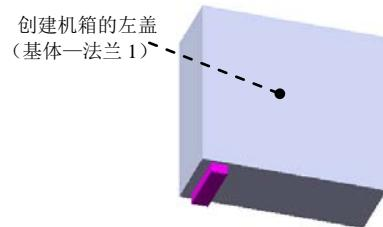

图 17.4.16 创建机箱右盖
Step3. 创建图 17.4.16 所示的基体—法兰 1。
(1) 选择命令。选择下拉菜单 $\text{插入(I)} \rightarrow \text{钣金(O)} \rightarrow \text{基体法兰(A)...}$ 命令。
(2) 定义特征的横断面草图。选取上步绘制的草图作为横断面草图。在草图工具栏中单击 退出草图(E) 命令，退出草图环境，此时系统弹出“基体法兰”对话框。
(3) 定义拉伸深度属性。采用系统默认的深度方向。在“基体法兰”对话框的 板金参数(S) 区域中，输入厚度值 0.5。在 折弯系数(A) 区域中的下拉列表中选择 $K\text{因子}$ 选项，并在其文本框中输入 0.4。
(4) 单击 \checkmark 按钮，完成基体—法兰 1 的创建。